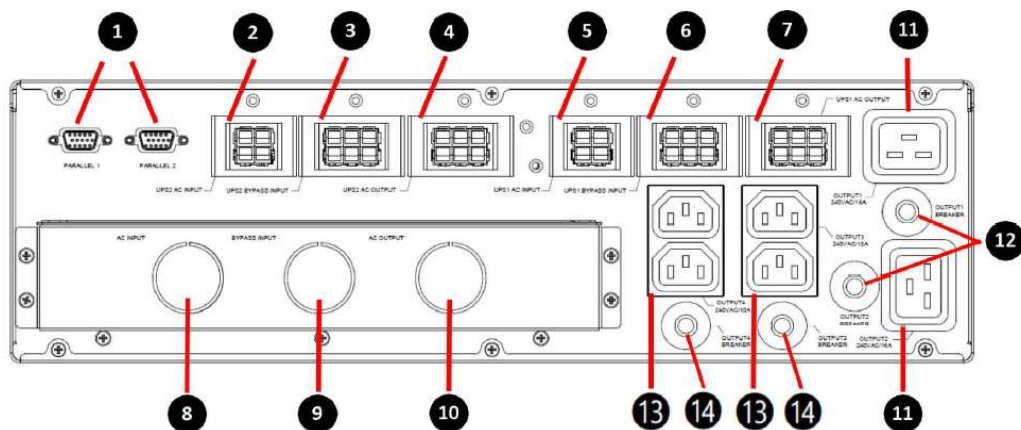

Рис. 4-4. Задняя панель БРП
3. *³ Для каждого комплекта предусмотрено 3 кабеля питания: входной кабель питания от основного источника переменного тока (4-контактный), входной кабель питания от байпасного источника (6-контактный) и выходной кабель питания ИБП (6-контактный). Разъем каждого кабеля питания имеет цвет, соответствующий порту на задней панели БРП (см. **рис. 4-4**), что позволяет легко различать кабели питания.
К кабелям, подключаемым к клеммам БРП (8 и 10 на **рис. 4-4**), относятся входной кабель питания от основного источника переменного тока, входной кабель питания от байпасного источника и выходной кабель питания. При выборе кабелей необходимо соблюдать местные правила электропроводки и учитывать условия окружающей среды.